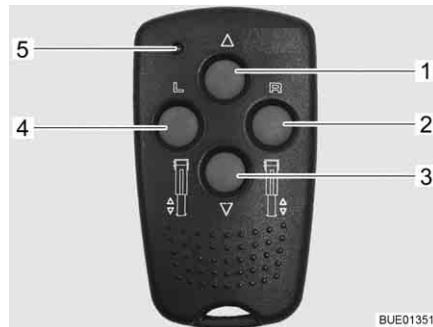

Bild 52 Fjärrstyrning för elektriska stödben
- Förval: Stödben vänster (Bild 52,4)
- Förval: Stödben höger (Bild 52,2)
- Köra in stödben (Bild 52,1)
- Köra ut stödben (Bild 52,3)
- Kontroll-LED (Bild 52,5)
Vid varje knapptryckning blinkar kontroll-LED:n (Bild 52,5).
- Tryck in förvalsknappen för stödbenssidan (Bild 52,2 eller 4) i ca 1 sekund.
- Tryck inom 2 sekunder in knappen "Köra ut stödben" (Bild 52,3) och håll den intryckt tills stödbenet (Bild 54,4) ligger an mot marken.
- Tryck inom 2 sekunder in knappen "Köra in stödben" (Bild 52,1) och håll den intryckt tills stödbenet (Bild 54,4) körts in helt. När stödbenet körts in helt ljuder en kontrollsignal.